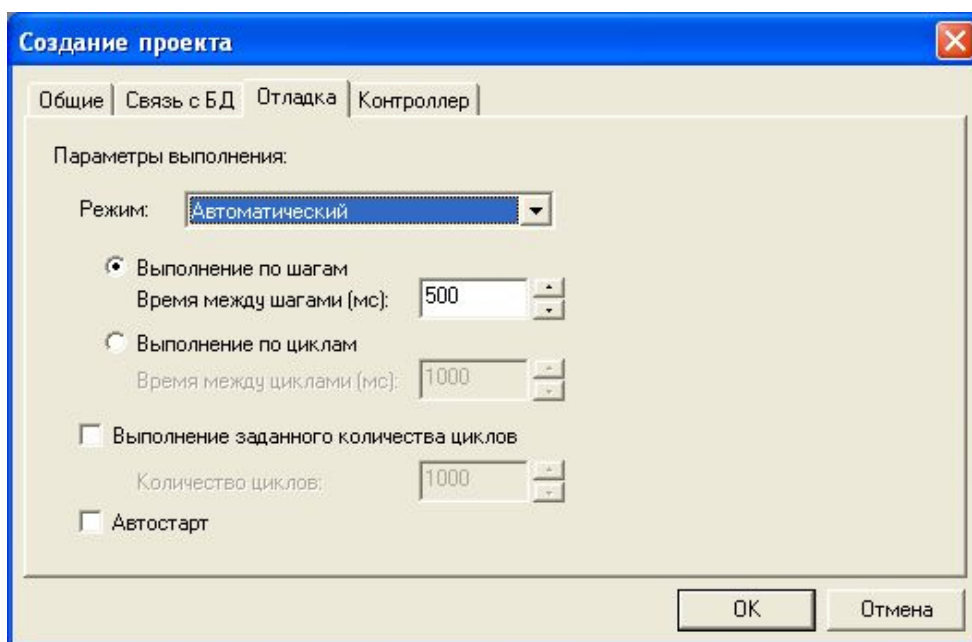

Рисунок 2.3 – Окно «Создание проекта». Закладка «Отладка»
- 5 На вкладке "Отладка" (рисунок 2.3) задать параметры процесса отладки проекта).